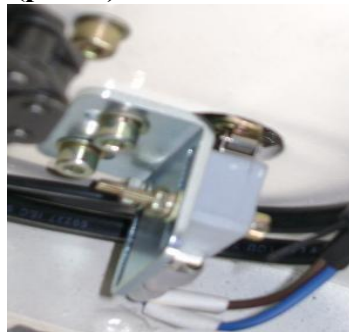

Рис. 4
4. Предварительно натянутая дверь. Защитный выключатель (на дне предварительного натяжения) (рис. 4)